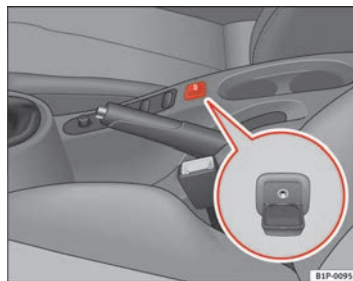

Fig. 100 Conector para la entrada auxiliar de audio
- Levante la tapa AUX ⇒ fig. 100.